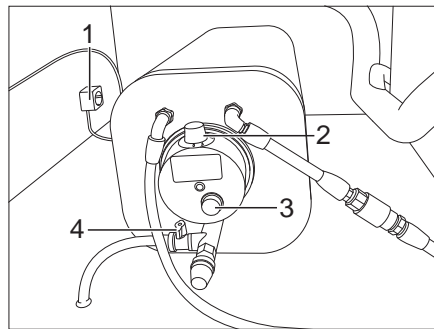

Fig. 182 Chauffe-eau
- Fermer la vanne de vidange rouge (Fig. 182,4).
- Brancher le chauffe-eau dans la prise de courant 230 V (Fig. 182,1).
- Enclencher le chauffe-eau (Fig. 182,2).
Le voyant de contrôle rouge (Fig. 182,3) du chauffe-eau s'allume.
- Régler le thermostat (Fig. 182,2) selon les indications du fabricant.
- Ouvrir la vanne de vidange rouge (Fig. 182,4).